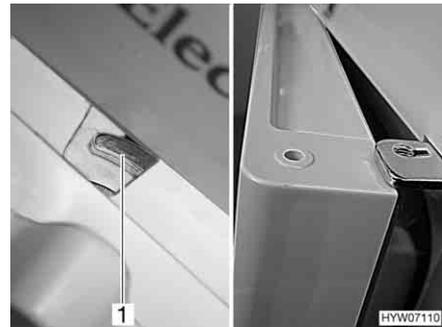

Fig. 196 Puerta del frigorífico en posición de ventilación (Dometic de la serie 7)
- Empujar el bloqueo completamente hacia la derecha. La puerta del frigorífico se fija con ayuda del bloqueo (Fig. 196, 1). De este modo, la puerta del frigorífico quedará ligeramente abierta (Fig. 196).